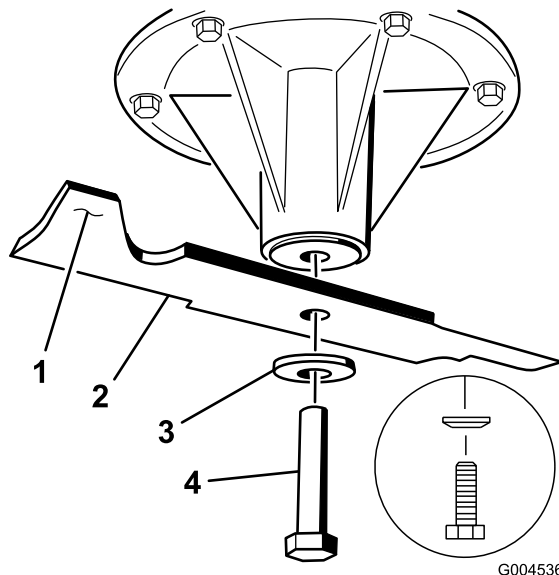
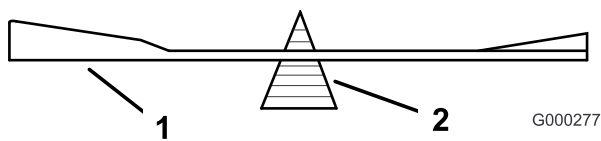

Figura 78
Figura 80
2. Togliete il bullone, la rondella curva e la lama dall'asse del fusello (Figura 78).
2. Controllate l'equilibrio della lama posizionandola su un bilanciatore (Figura 80). Se la lama rimane in posizione orizzontale, è bilanciata e può essere utilizzata. Se la lama non è bilanciata, limate del metallo soltanto dalla costa (Figura 78). Ripetete la procedura finché la lama non è perfettamente bilanciata.